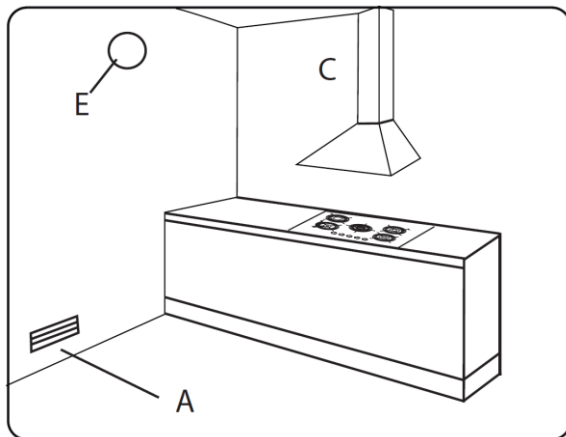

Рисунок 6
Место установки: (см. рисунок 6)
1. В помещении, где установлен газовый прибор, должна быть обеспечена хорошая естественная вентиляция для обеспечения правильного сгорания газа (А) – рисунок 6.